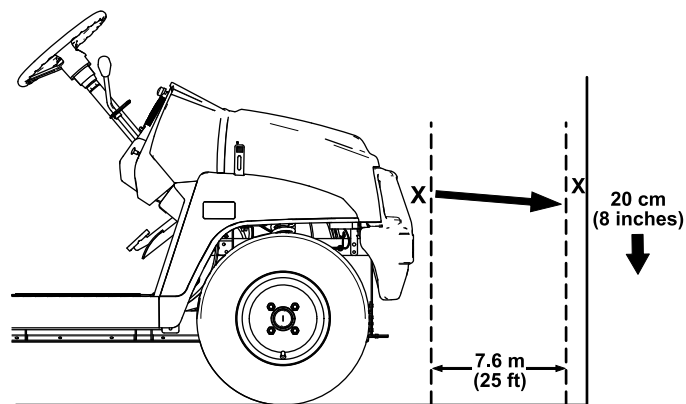

Figura 42
- Aparque la máquina en una superficie nivelada con los faros a unos 7,6 m de una pared (Figura 42).
La parte más brillante del haz del faro debe estar a 20 cm por debajo de la señal hecha en la pared (Figura 42).